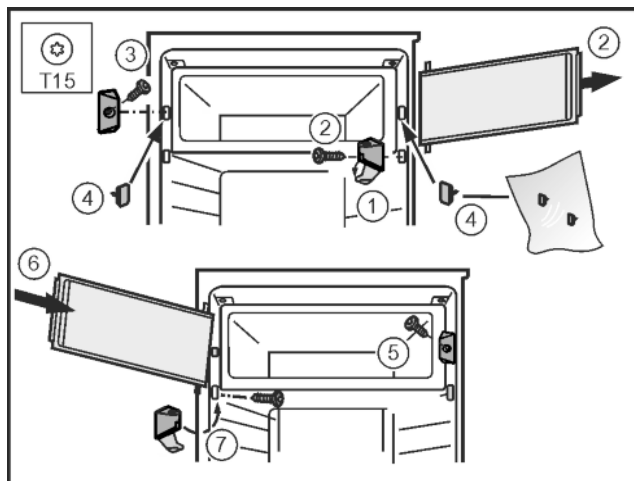

Fig. 13
- ▶ Откинуть крышку на кронштейне. Fig. 13 (1)
- ▶ Снятие двери морозильного отделения: открутить кронштейн отверткой T15. Fig. 13 (2)
- ▶ Открутить концевой замок отверткой T15. Fig. 13 (3)
- ▶ Закрепить образовавшиеся отверстия прилагающимися пробками. Fig. 13 (4)
- ▶ Установить концевой замок с помощью отвертки T15. Fig. 13 (5)
- ▶ Установить дверцу морозильного отделения сверху. Fig. 13 (6)
- ▶ Установить кронштейн и примкнуть крышку. Fig. 13 (7)